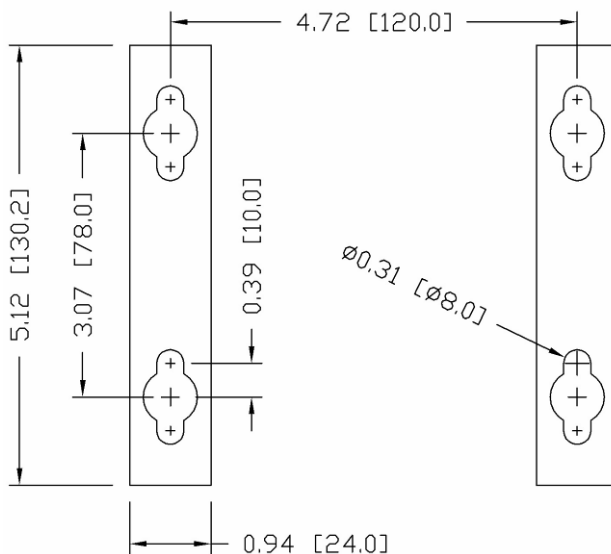

Figura 2-23: forometria per il montaggio
4. Contrassegno della posizione dei fori di montaggio sulla superficie verticale, in base alle dimensioni illustrate in Figura 2-23.